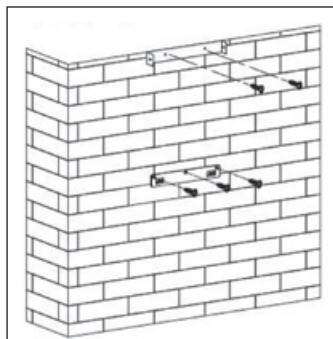

Рис. 9.1
1. Произведите разметку места установки вытяжки (см. рис. 9.1).